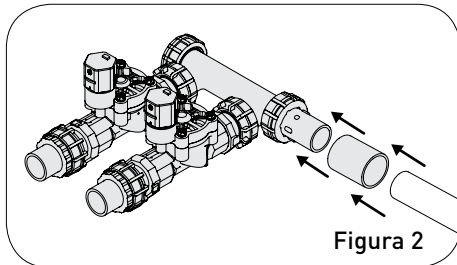

Figura 2
- Si el tubo de PVC es de 1", conéctelo al adaptador giratorio de PVC mediante un acoplador (H) (Figura 2).